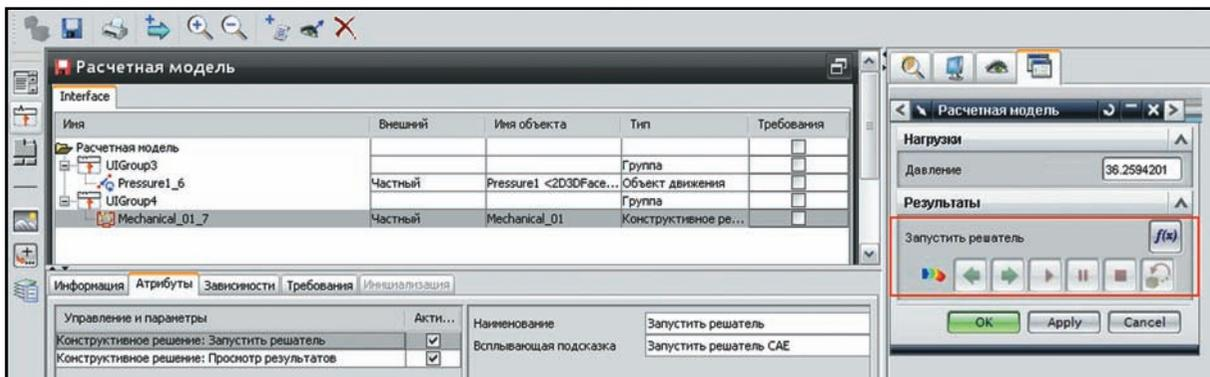

Рисунок 10.39 Элемент запуска решателя
- В **Навигаторе модели** разверните узел **Решения** и перетащите единственный объект под ним **Mechanical_01** в левое верхнее окно в группу **результаты**. После этого в правом верхнем окне переключитесь в **Навигатор диалогов** для просмотра полученного интерфейса (рис. 10.39). Обратите внимание, что объект, задающий давление в расчетной модели,